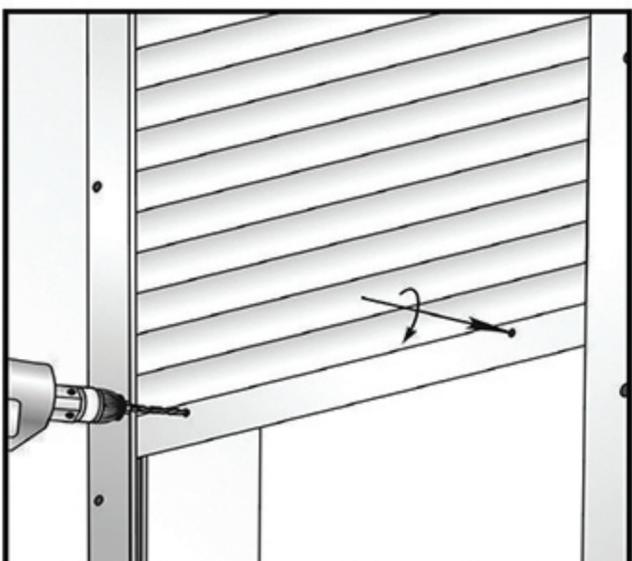
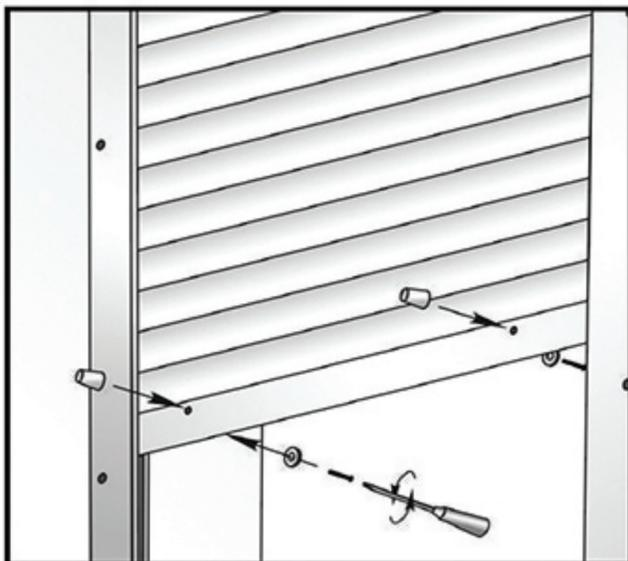

рис. 7
рис. 8
6. Установить стопоры, ограничивающие высоту подъема полотна (рис. 7 и рис. 8)